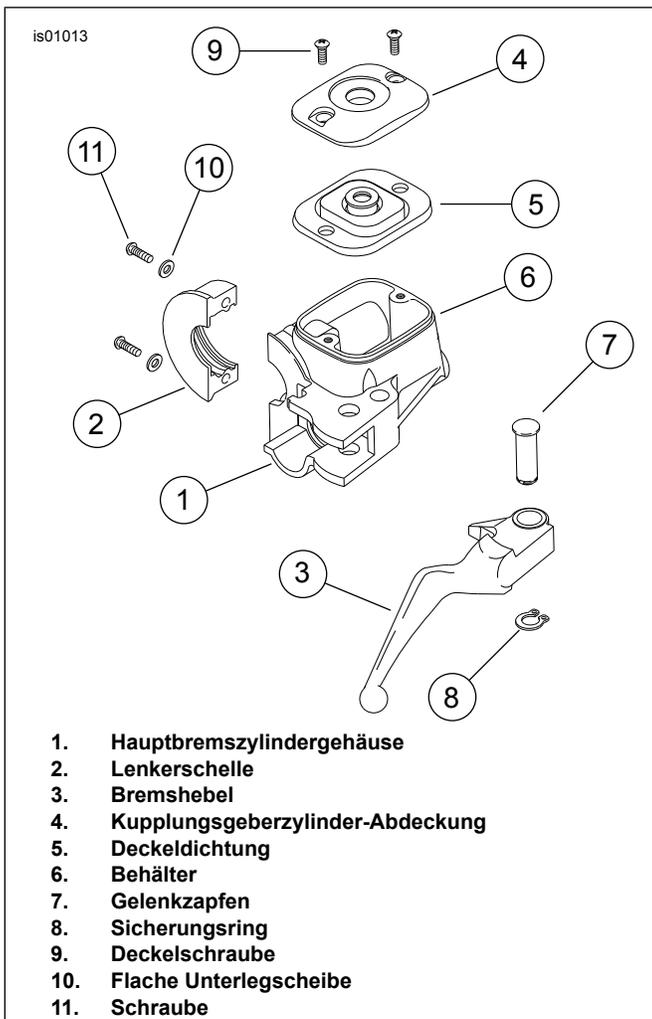

Abbildung 8. Hauptbremszylinder/-behälter
- Siehe Abbildung 8. Die zwei Schrauben (11) und flachen Unterlegscheiben (10), mit denen die Lenkerschelle an der Geberzylinder-Baugruppe (1) befestigt ist, entfernen und dann die Schelle (2) entfernen. Unterlegscheiben für den Wiedereinbau aufbewahren. Die Hohlschraube mit dem Zeigefinger verschließen und die Hauptbremszylinder/Behälter- und Bremshebelbaugruppe vom Lenker abnehmen und auf eine Werkbank oder in einen sauberen Arbeitsbereich legen.
- Siehe Abbildung 8. Den Bremshebel im Halterungsteil der Hauptbremszylinder-Baugruppe ausrichten, und das Gelenkzapfenloch auf die Hebelhalterungslöcher ausrichten. Den Gelenkzapfen von oben einbauen und eintreiben.